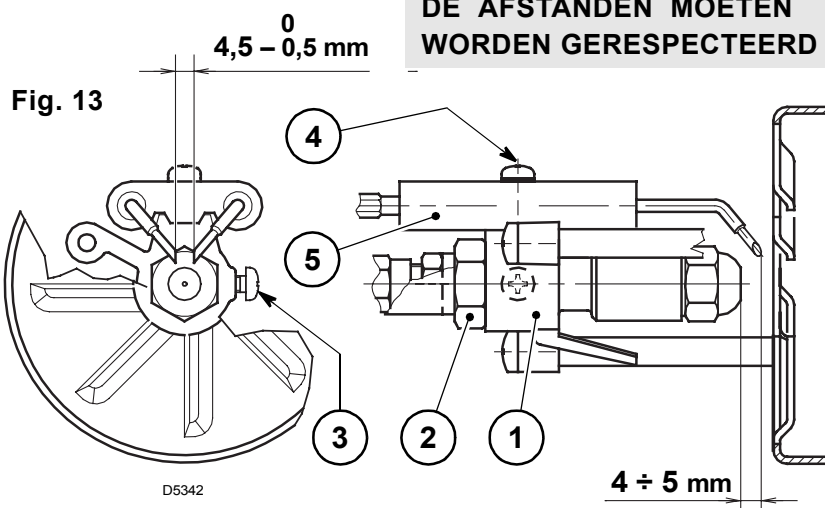

Fig. 13
- Hang de brander vast aan de flens (1), draai de schroeven (3) los en verwijder de branderkop (2).
- Maak de kabels van de electrodes (4) los, verwijder de houder van de vlamhaker (5) van de verstuiverlijn nadat u de schroef (3, fig. 13, blz. 7) losdraaide.
- De verstuiver (6) correct vastdraaien, zoals aangeduid op de tekening.
- Verwijder de verstuiverlijn (1) nadat u de schroeven (2) en de moer (3) losdraaide, de kabels van de controledoos (4) en de fotocel (5) ontkoppelde.
- Maak de kabels van de electrodes (4) los, verwijder de houder van de vlamhaker (8) van de verstuiverlijn (1) nadat u de schroef (3, fig. 13) losdraaide.
- **De verstuiver (9) correct vastdraaien, zoals aangeduid op de tekening.**
4.4 AFSTELLING ELECTRODEN (zie fig. 13)
- Vervang de verstuiver, (zie fig. 12, blz. 7) en controleer of de elektroden goed geplaatst zijn (fig. 13, blz. 7).